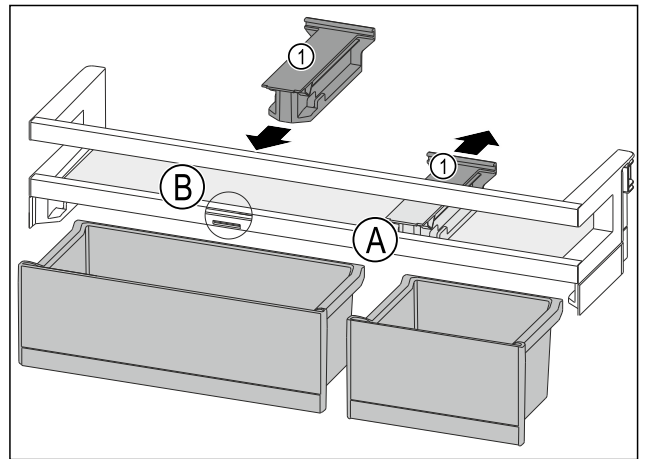

Fig. 113
- ▶ 将定位件 Fig. 113 (1) 向后拉至位置 Fig. 113 (A)。
- ▶ 将定位件 Fig. 113 (1) 插入至位置 Fig. 113 (B)。